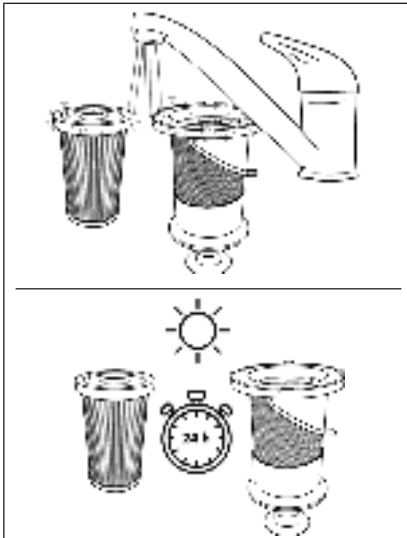

Abb. 20
- 5) Spülen Sie den HEPA-Filter **5** und den Edelstahlfilter **6** unter kaltem oder lauwarmem Wasser aus. Lassen Sie den HEPA-Filter **5** und den Edelstahlfilter **6** vollständig an der Luft trocknen, bevor Sie sie wieder in den Staubbehälter **7** einsetzen (siehe Abb. 20).
① Hinweis